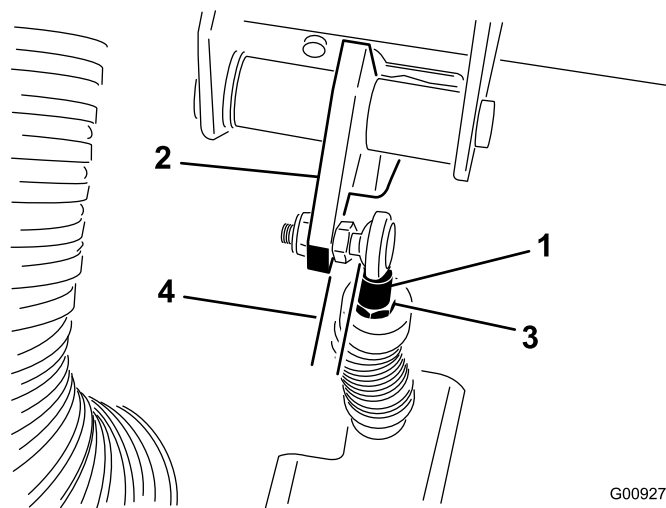

Рисунок 76
**Внимание:** Убедитесь, что после затяжки контргаек конец стержня располагается перпендикулярно к шарикю, а не перекошен, и остается параллельным к педали сцепления (Рисунок 76).